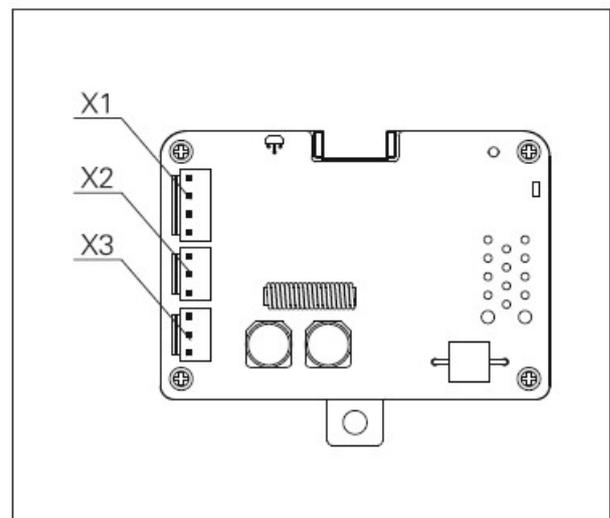

Abbildung 20
6.6.3 – Die Verbrennungsluftansaugung und die Abgasleitung sollen von oben kommen und mit Gefälle in Richtung Mündung verlaufen (Abb. 20). Sollte es nicht anders möglich sein und ein Tiefpunkt entstehen sollte ein Loch von 3mm Durchmesser an die tiefste Stelle gesetzt werden so dass das entstehende Kondensat problemlos abfließen kann.